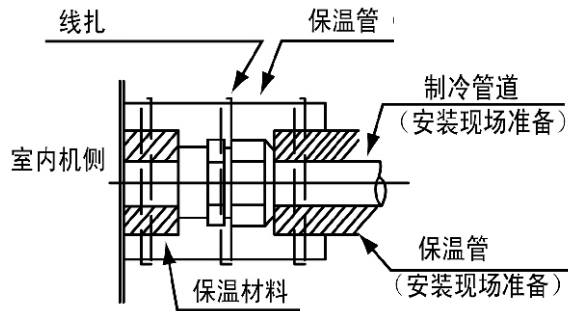

图5.3 管的保温
(5) 室外机配管可以通过前、后、右侧配管盖上的敲破孔或直接穿过底板的配管孔。从室外机上卸下配管盖，用螺丝刀和锤子沿着引导线敲下敲破孔，然后修齐孔的边缘，并装上绝缘套（现场提供）保护配管和配线。
(6) 连接完制冷剂管后，用工厂提供的保温管将制冷管道保温。见图5.3。